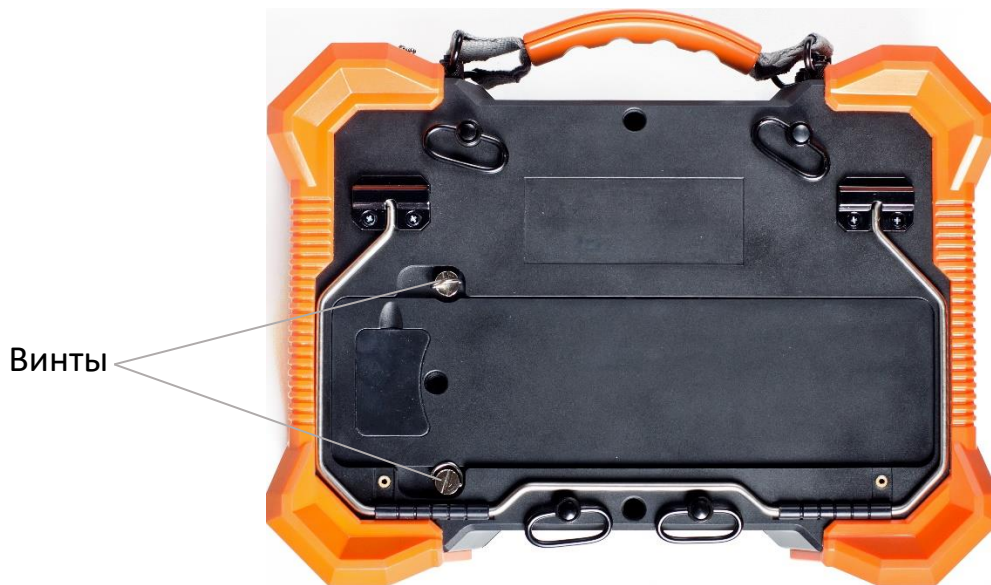

Рисунок 35. Замена аккумулятора
Аккумулятор находится в специальном отсеке на задней стороне прибора (Рисунок 35). Аккумулятор крепится винтами с D-образным кольцом.
2. Открутить винты (см. Рисунок 35), используя шлицевую отвертку или пальцы (D-образные кольца позволяют откручивать винты без отвёртки).